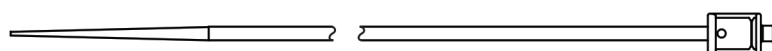

Abbildung 3: Dilatator
3. einen Dilatator (Abb. 3) mit hydrophiler Beschichtung, der dazu dient, das Gefäß für die Aufnahme der Einführschleuse zu erweitern.